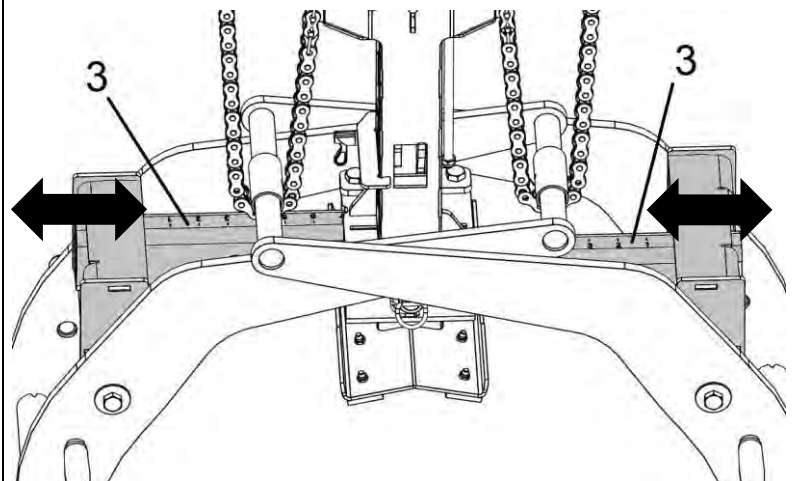

Fig. 3
2. Retirer la goupille rabattable (1) sur la partie inférieure (ill. 2).
3. Retirer le goujon (2) (ill. 2)
4. Déplacer les parties latérales (3) des deux côtés (de manière synchronisée l'une par rapport à l'autre) jusqu'à ce que la zone de préhension nécessaire pour le produit à saisir (tuyau en béton) soit réglée (fig. 3).